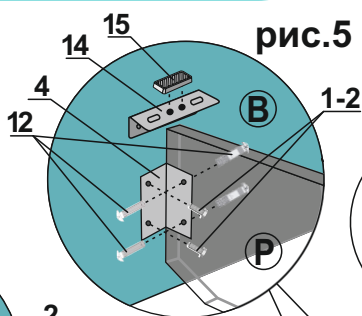

рис.5
3. Установка поперечины (см. рис.5)
6. Установка полки мебельной (смотреть рис.5)